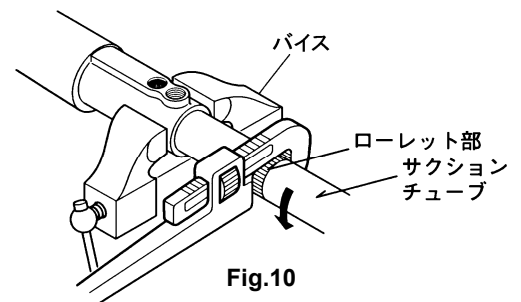

Fig.10
- 7) サクションチューブのローレット部にパイプレンチを掛けてねじ戻し、ボディより外してください。(Fig.10)